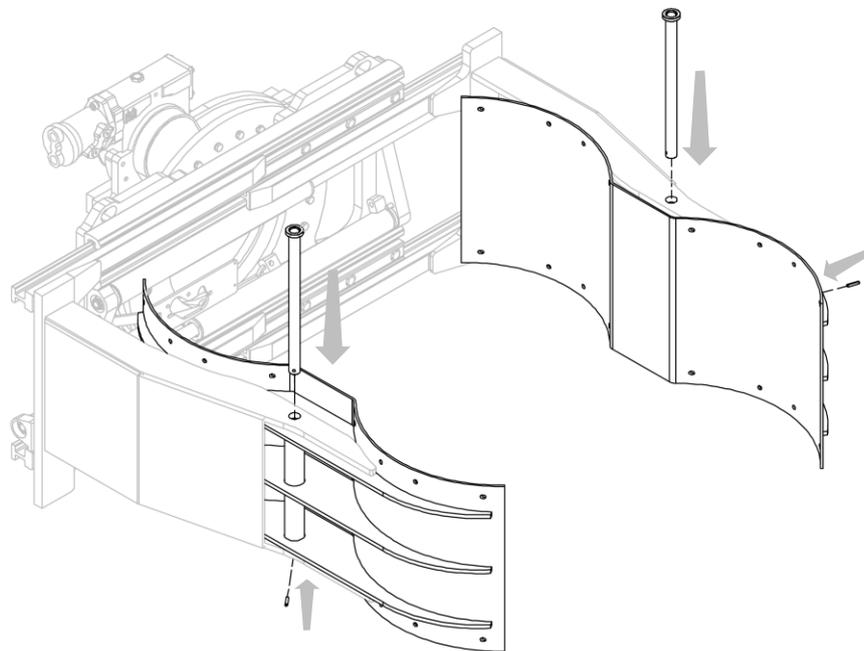
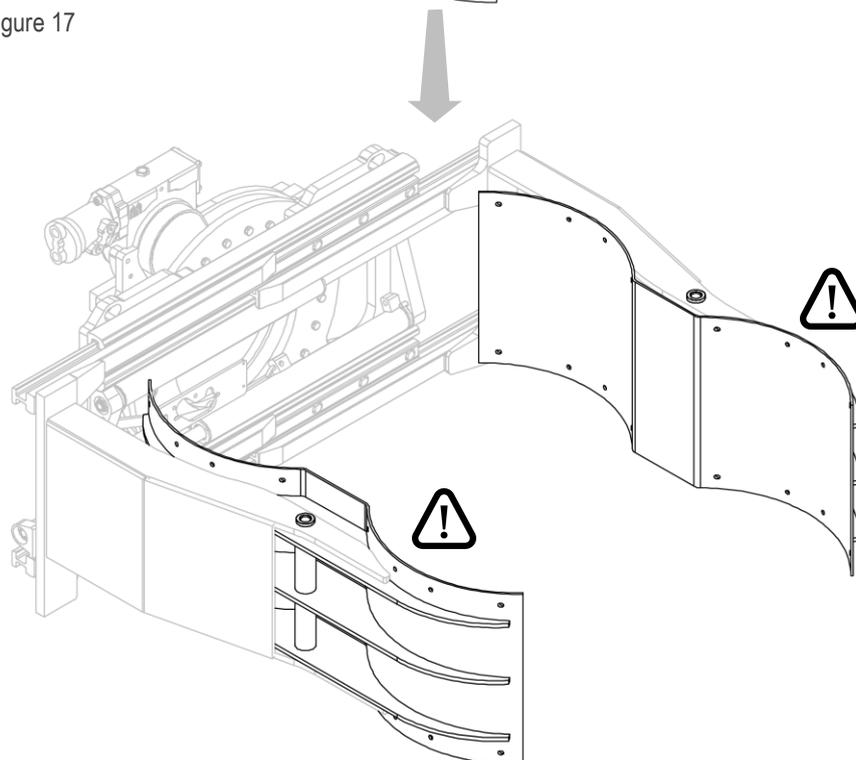

Figure 17
Figure 18
3. Monter les mâchoires sur les fourches en utilisant les goupilles spéciales et les goupilles élastiques de blocage (voir Figure 17 e Figure 18).